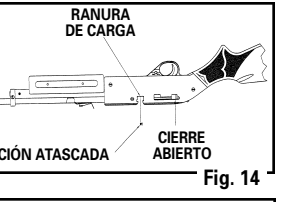

Fig. 14
- Con el seguro del rifle puesto (On Safe), abra el cierre halándolo completamente hacia atrás, introduzca una baqueta en el cañón y empuje cuidadosamente el perdigón o posta atascada a la ranura de carga. No trate de usar nuevamente ese perdigón (Fig. 14).